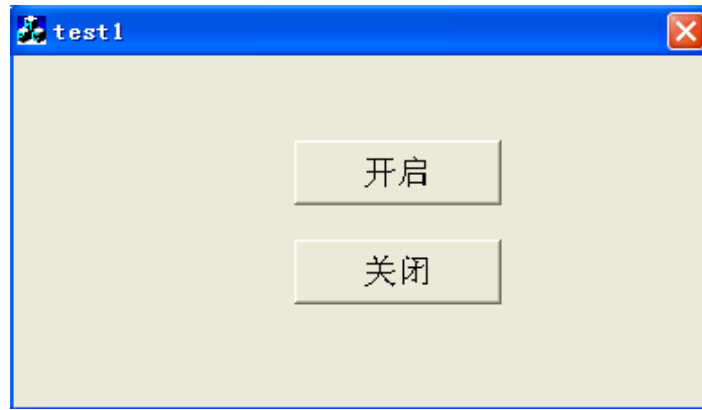

图6-13 程序运行界面
(13) 编译, 运行, 按下“开启”按钮, IOC-0640/1280 的第一个输出口将输出一个 OUPUT 信号; 之后可以按下“关闭”按钮关闭 IOC-0640/1280 第一个输出口信号的输出。界面如图 6-13 所示: